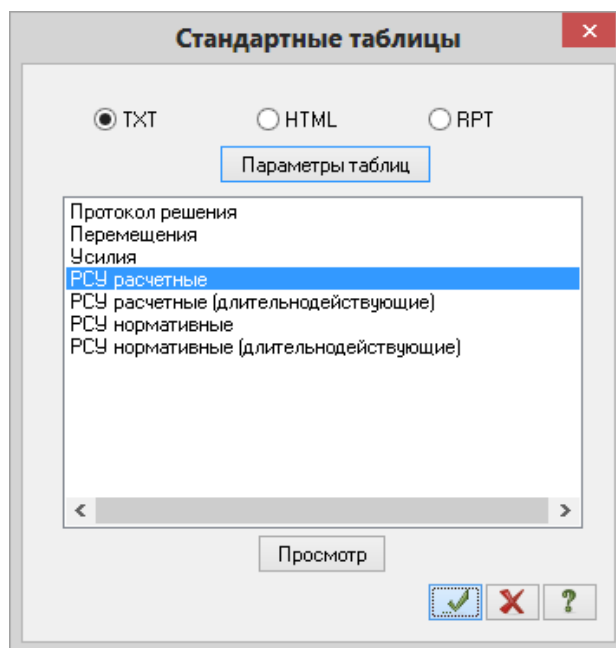

Рис.2.20. Диалоговое окно **Стандартные таблицы**
- После этого в диалоговом окне **Стандартные таблицы** (рис.2.20) выделите строку **PCY расчетные**.